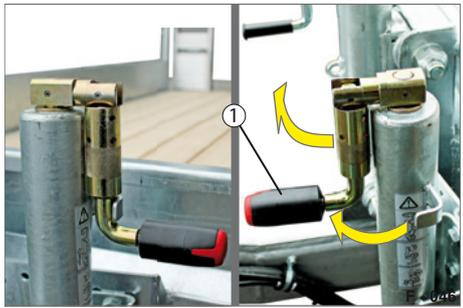
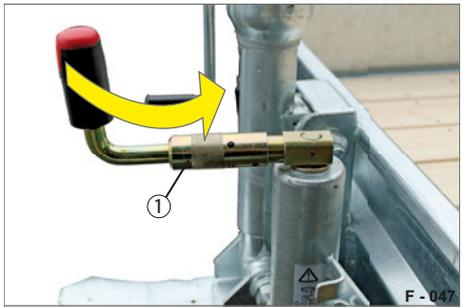

Abb. 27 Kurbel entsichern
Abb. 28 Stützrad hochkurbeln
- ▶ Klappen Sie den Kurbel-Griff (Abb. 27/1) nach oben, bis die Schnapp-Sicherung (Abb. 28/1) sich arretiert.